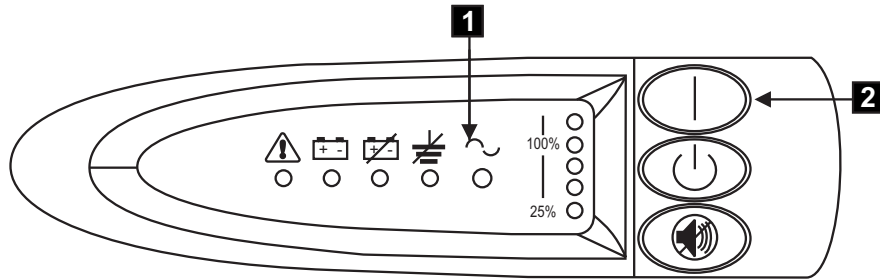

図 169. 2145 UPS の電源スイッチおよびインディケータ
10. すべてのフロント・パネル・インディケータ (440 ページの図 169 を参照) は、2145 UPS が自己診断テストを実行する間、しばらく明滅します。テストが完了すると、モード・インディケータが明滅して、2145 UPS が待機モードに入ったことを示します。